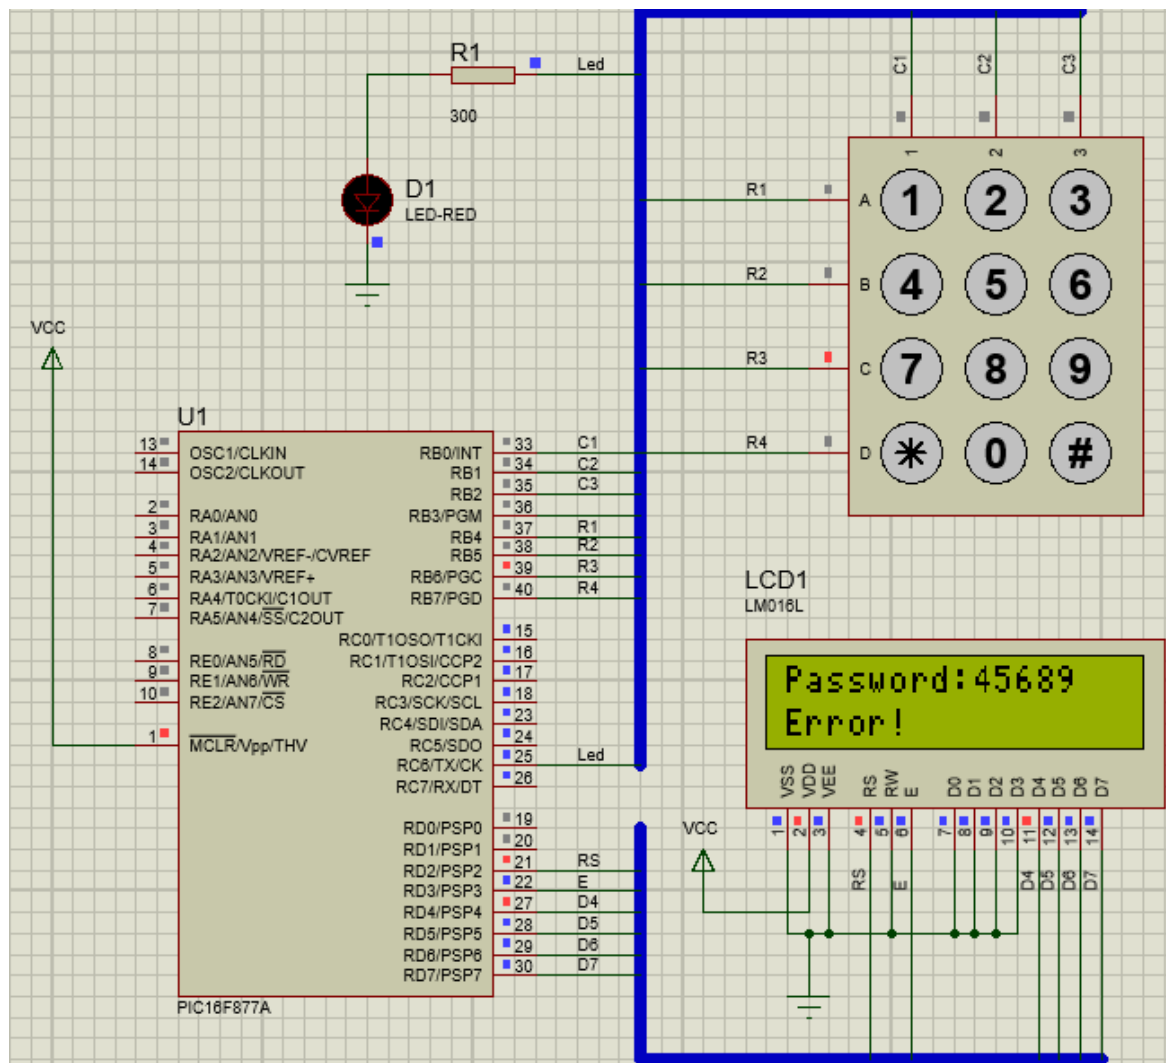

Рис.9.1. Схема модели системы безопасности
На рис. 9.1 показана схема моделирования системы безопасности.
MikroC PRO for PIC предоставляет библиотеку для работы с клавиатурой 4x4. Подпрограммы библиотеки также могут быть использованы для клавиатуры 4x1, 4x2, 4x3. Подключение клавиатуры 4x3 показано на рис.9.1.
1. Создать в программе Proteus проект LAB12. Разместить проект в папке PRO-LAB12. Собрать схему модели системы безопасности (рис.9.1) с использованием микроконтроллера PIC16F877A.